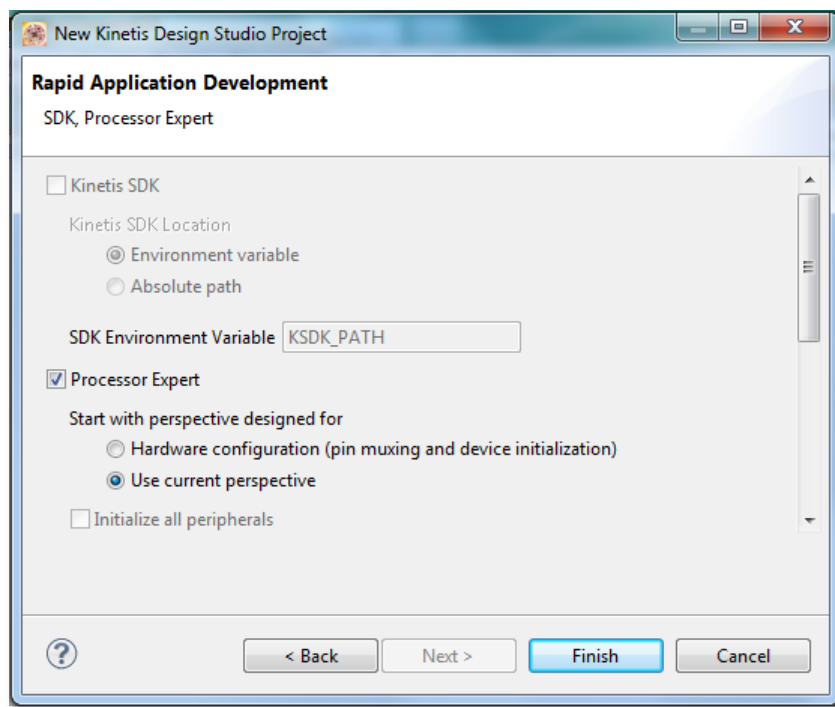

图 51 在KDS中新建工程步骤四
4. 在“Rapid Application Development”中，可以在新建工程中加入Processor Expert和KSDK（Kinetis SDK）来简化底层驱动代码的编写工作，如图51所示。Processor Expert已包含在KDS中，但加入KSDK需要按照KDS软件下载与安装中的步骤手动安装。